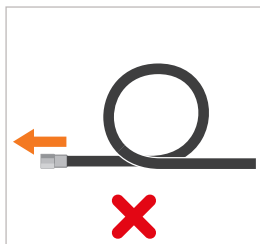

Figure 11
- ▶ Évitez la formation de boucles ainsi que de tirer le flexible par une boucle (*Figure 11*).